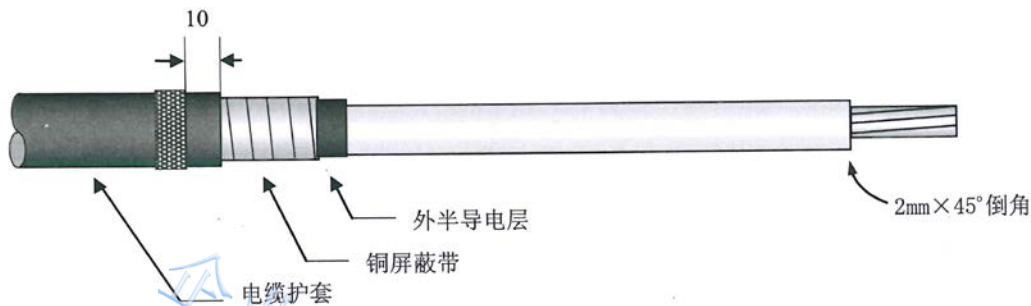

图 11 制作示例图
1) 如图 11 所示，用 240#绝缘砂纸打磨护套口向下 10mm 处，绕包一层乙丙橡胶自粘绝缘胶带（23#绝缘胶带）。并在绝缘端口做 2mm×45° 的倒角。